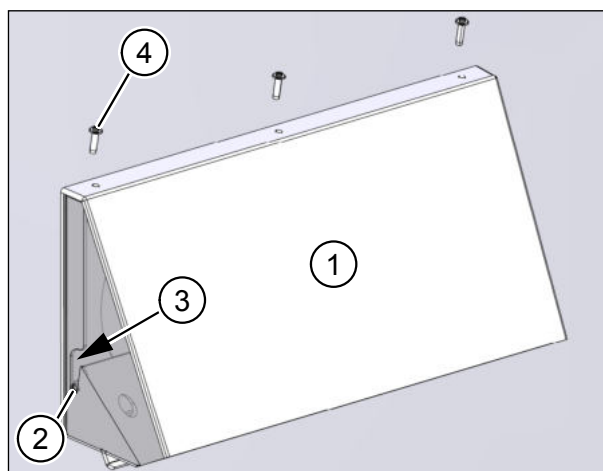

Abb. 8: Fassadenabschluss installiert
- ▶ Setzen Sie die Abdeckung (Pos. 1 in Abb. 8) so auf die Grundplatte auf, dass die Nasen der Abdeckung (Pos. 2 in Abb. 8) in die Führungen an der Grundplatte (Pos. 3 in Abb. 8) gleiten.
- ▶ Befestigen Sie die Abdeckung mit den drei Kreuzschlitzschrauben 3,5 x 16 (Pos. 4 in Abb. 8).